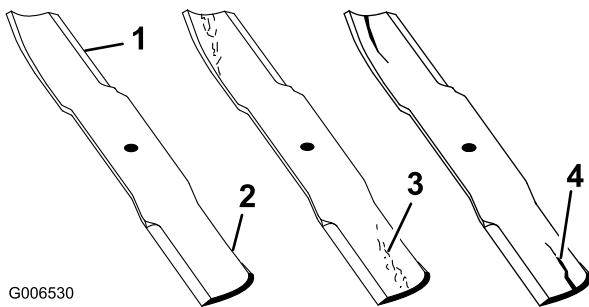

Figure 28
2. Examinez attentivement les tranchants de la lame, particulièrement au point de rencontre des parties plane et relevée (Figure 28). Le sable et les matières abrasives peuvent éroder le métal à cet endroit, c'est pourquoi il est important de contrôler l'état de la lame avant d'utiliser la machine. Remplacez la lame si elle est usée (Figure 28) ; voir Dépose de la lame.
Si la lame est trop usée, une entaille se forme entre la partie relevée et la partie plane (Figure 28). La lame peut alors se briser et un morceau être projeté du dessous de la machine, vous blessant gravement ou une personne à proximité.